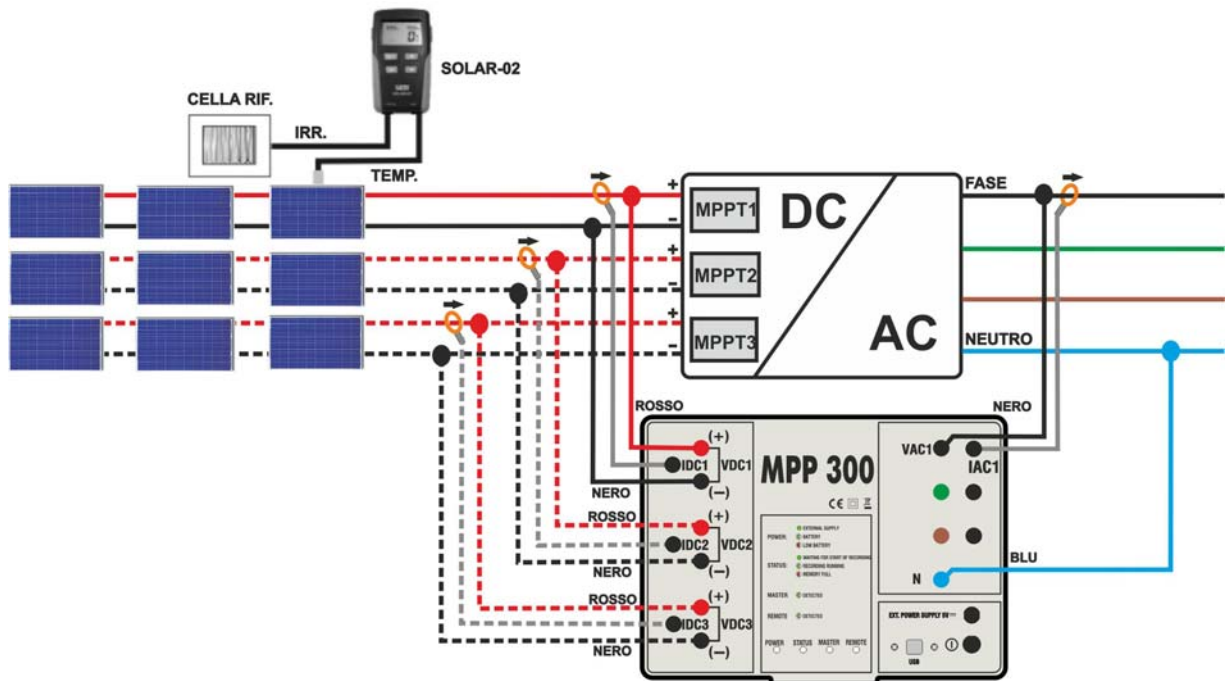
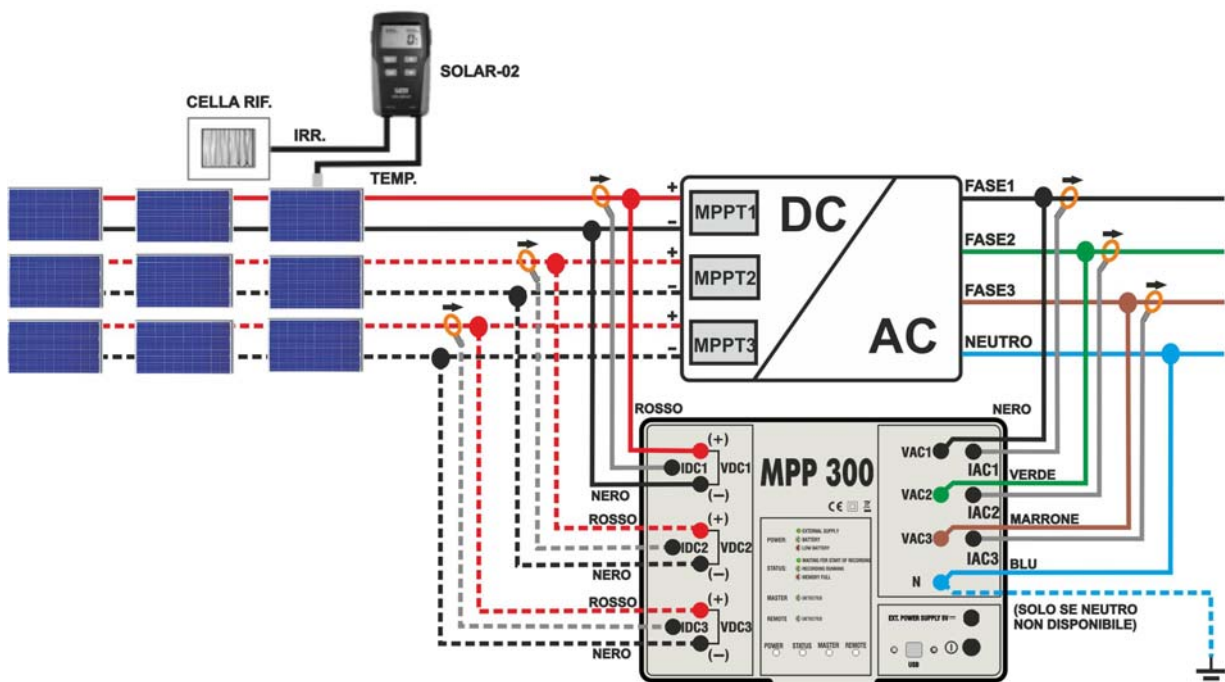

Fig. 164: Collegamento dell'MPP300 per collaudo di un impianto FV Monofase
Fig. 165: Collegamento dell'MPP300 per collaudo di un impianto FV Trifase
7. Collegare gli ingressi **VDC1(+)** e **VDC1(-)** dell'unità **MPP300** ai terminali di uscita della stringa rispettando le polarità ed i colori indicati in Fig. 164 o Fig. 165.
10. Inserire la pinza di corrente DC sul conduttore positivo in uscita dalla stringa **rispettando il verso della freccia** presente sulla pinza stessa come indicato in Fig. 164 o Fig. 165. Posizionare il toroide della pinza il più lontano possibile dall'inverter e dal conduttore negativo in uscita dalla stringa stessa.
12. Collegare gli ingressi **VAC1** ed **N** dell'unità **MPP300** rispettivamente ai conduttori di Fase e Neutro rispettando le polarità ed i colori indicati in Fig. 164 o Fig. 165. Nel caso di impianti trifase in cui il conduttore di Neutro non sia disponibile, collegare l'ingresso **N** a Terra.
14. Collegare la pinza AC sul conduttore di Fase L1 **rispettando il verso della freccia** presente sulla pinza stessa come indicato in Fig. 164. o e Fig. 165. Posizionare il toroide della pinza il più lontano possibile dall'inverter e dal conduttore Neutro. Collegare l'uscita della pinza all'ingresso **IAC1** dell'MPP300.